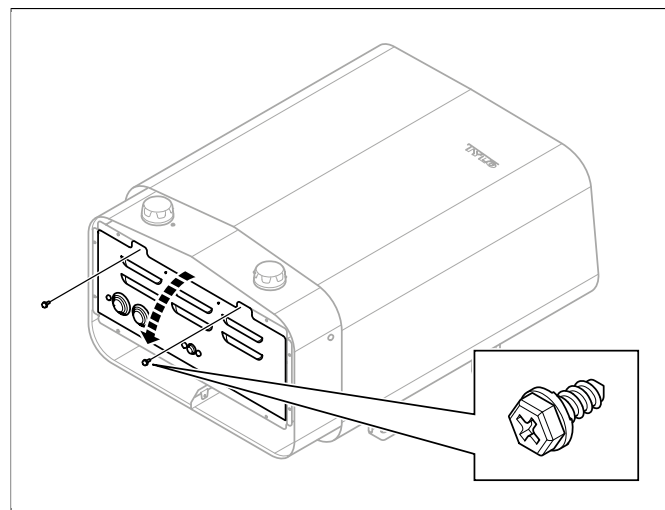

Рисунок 5: Откройте/закройте крышку
2. Ослабьте винты и откройте крышку (см. **Рисунок 5**, страница 3).
4. Закройте крышку и закрутите винты (см. **Рисунок 5**, страница 3).